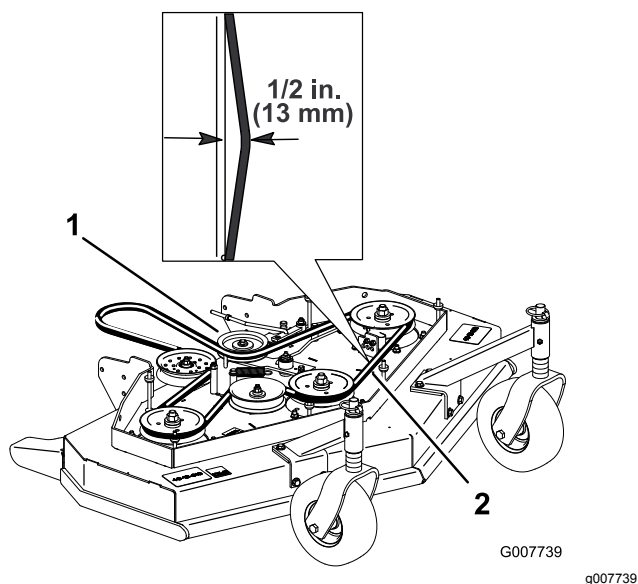

Рисунок 45
4. Снимите натяжной ролик и изношенный ремень (Рисунок 45).
Примечание: Ремень газонокосилки натянут правильно, если усилие 44-67 Н посередине между шкивами вызывает отклонение ремня на 13 мм (Рисунок 45).